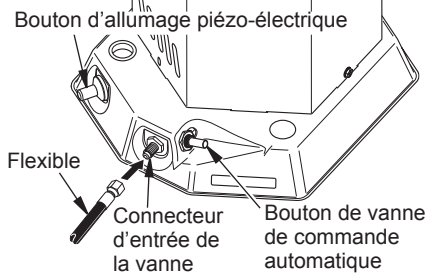

Figure 3 - Emplacement du raccord de tuyau et d'entrée, du bouton de la soupape de réglage automatique et du bouton d'allumage piézo-électrique
2. Branchez le tuyau au raccord d'entrée (voir Figure 3). Resserrez fermement avec une clé.
5. Enfoncez le bouton de la soupape de réglage automatique et maintenez-le dans cette position (voir Figure 3, page 4). Appuyez et relâchez le bouton